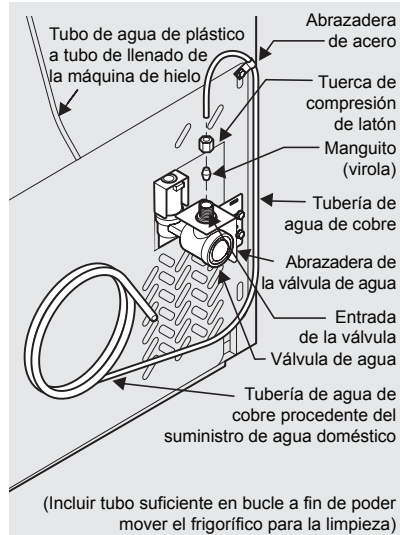

Figura 1
4. Si utiliza tubería de cobre: deslice la tuerca de compresión y a continuación el manguito (virola) hasta la toma de agua. Empuje la toma de agua hasta la entrada de la válvula de agua hasta el máximo (1/4 pulgada, 6 mm). Deslice el manguito (virola) en la válvula y apriete con los dedos la tuerca de compresión a la válvula. Apriete otra media vuelta con una llave; NO apriete excesivamente. Ver Figura 1.